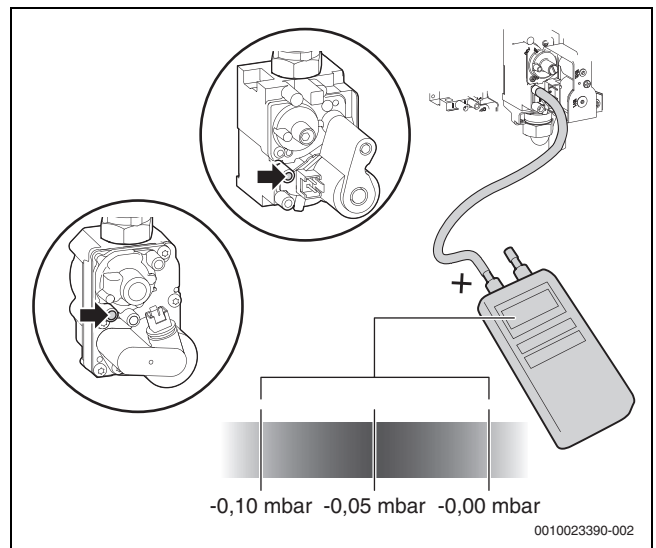

Bild 45 Differenzdruck messen
- ▶ Differenzdruck des Gasventils messen (→ Bild 45). Der optimale Differenzdruck beträgt -0,05 mbar.